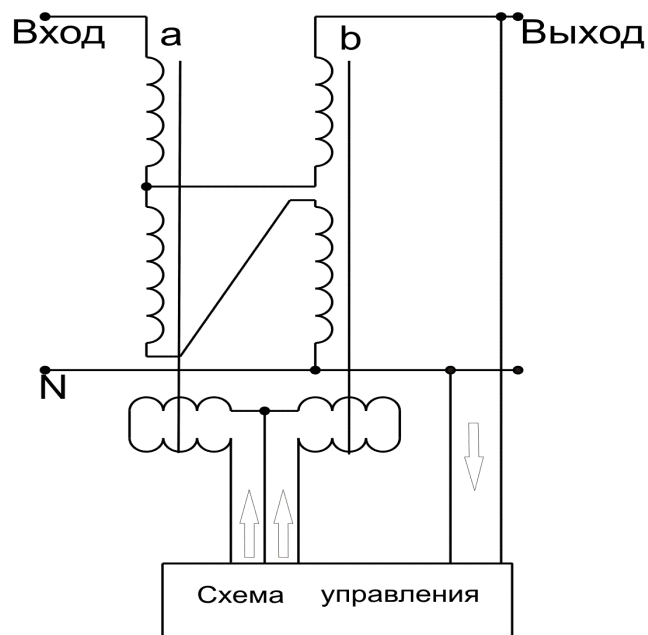

Рис.2. Структурная схема стабилизатора.
4.4. Принцип работы стабилизатора и его составных частей описан структурной схемой. Структурная схема приведена на рис.2.